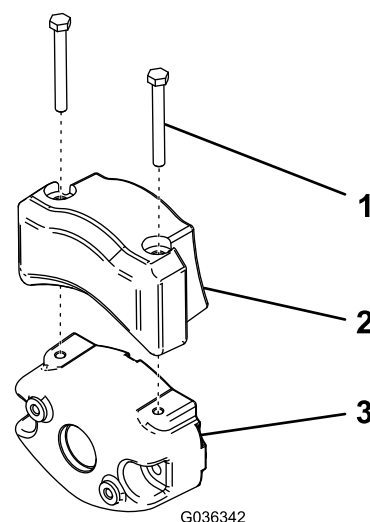

**Figura 42**
**Importante:** Sempre que precisar de inclinar a unidade de corte, coloque um apoio por baixo da traseira da unidade de corte para assegurar que as porcas da barra de apoio não fiquem apoiadas sobre a superfície de trabalho (Figura 42).